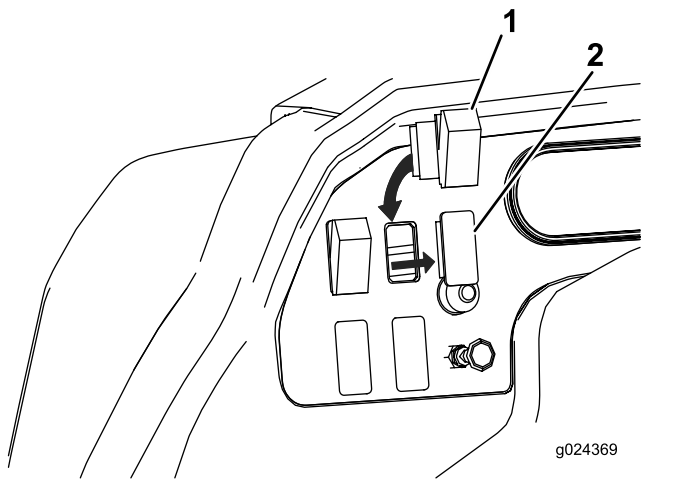
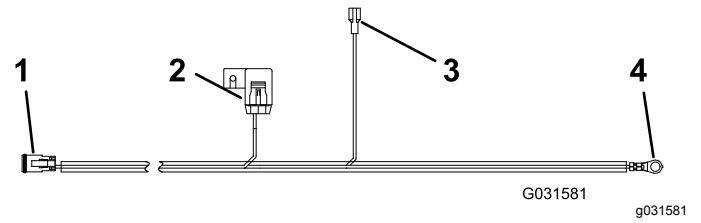

图2
图4
1. 如 图4 所示从 **前部** 开始沿着现有线束穿过车辆敷设开关线束。
2. 将开关的圆形一侧向上插入仪表板的孔中然后将线束连接到开关 图2 和 图4。
1. 将保险丝盒接头图4连接至工作车的保险丝盒并安装一根 15A 的保险丝。